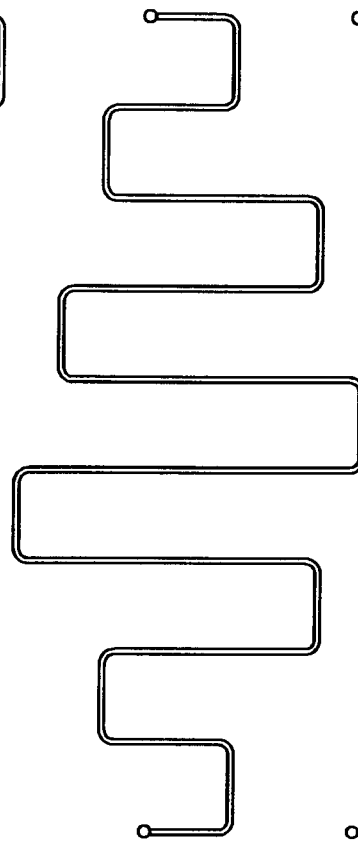

Fig. 4
4. Grzejnik rurkowy z poziomymi rurkami o zmniejszających się od środka ku końcom grzejnika odcinkach, jak pokazano na rysunku, w widoku z przodu – fig.4.